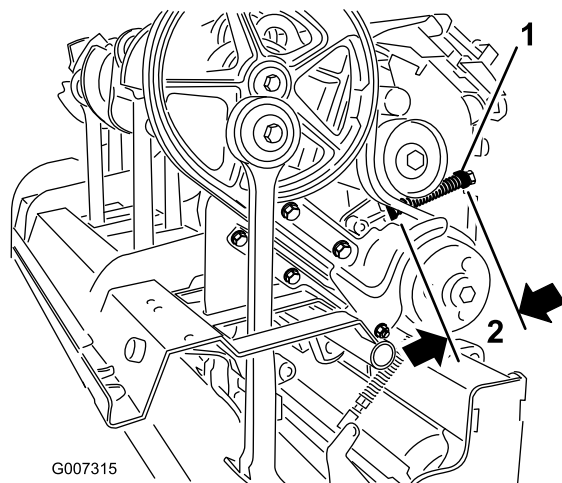

Figura 35
- C. Desaperte a porca de bloqueio que fixa o protetor da mola (Figura 35).
- D. Ajuste o protetor da mola para obter o comprimento pretendido da mola comprimida (Figura 35).